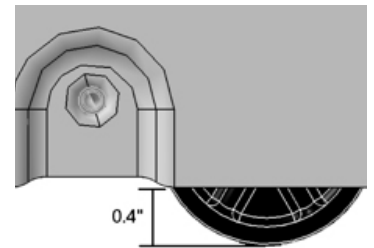

Fig. 7
- d. Ajuste el conjunto nivelador restante como se describe en los 3 pasos anteriores. Con la unidad todavía boca arriba, ajuste todas las ruedas niveladoras aproximadamente según la orientación en la Fig. 7.